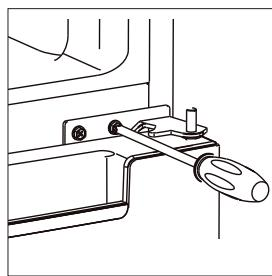
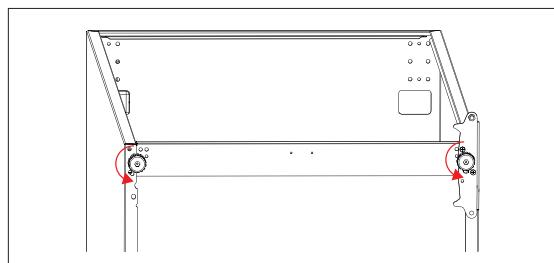

Fig. 8
Fig. 9
- ▶ Retire la bisagra central (6) aflojando los tornillos de sujeción (fig. 8). Retire igualmente las arandelas y guárdelas en un lugar seguro para su uso posterior.
- ▶ Levante la puerta del congelador (7) de la bisagra inferior y colóquela de pie a un lado asegurándola contra caídas y sobre una base blanda para evitar posibles arañosos.
- ▶ Retire el tapón ciego del casquillo de bisagra del lado izquierdo de la puerta del congelador (7) haciendo palanca, p. ej., con un destornillador de ranura pequeño. Vuelva a colocar el tapón ciego en el casquillo de bisagra del lado derecho.
- ▶ Desmonte ambas patas del aparato (9) girándolas en sentido contrario al de las agujas del reloj (fig. 9).